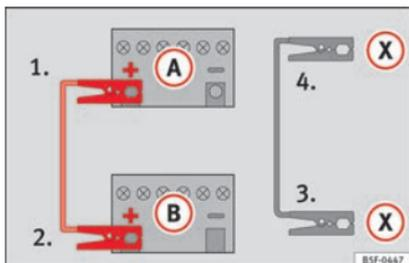

Fig. 70 Schéma de branchement pour les véhicules équipés du système Start-Stop.
- Sur les véhicules avec système Start-Stop : raccordez une extrémité du câble d'urgence noir (X) à une borne de mise à la terre appropriée, à une pièce métallique massive vissée au bloc-moteur, ou au bloc-moteur lui-même » » fig. 70.
5. Branchez l'autre extrémité du câble de démarrage noir (X), dans le véhicule avec la batterie déchargée à une pièce en métal massif vissée au carter-moteur ou directement au carter-moteur mais le plus loin possible de la batterie (A).